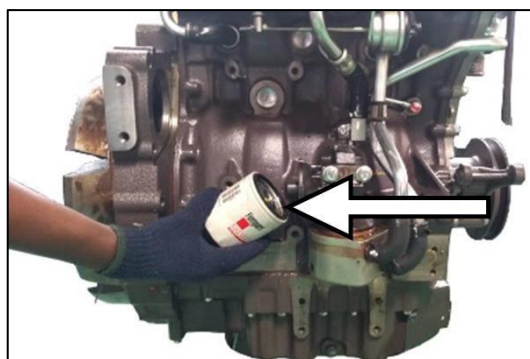

Fig. 241 – SMEER DE AFDICHTRING VAN HET FILTER
5. Breng een dunne laag schone motorolie aan op de afdichtring (zie Fig. 241).